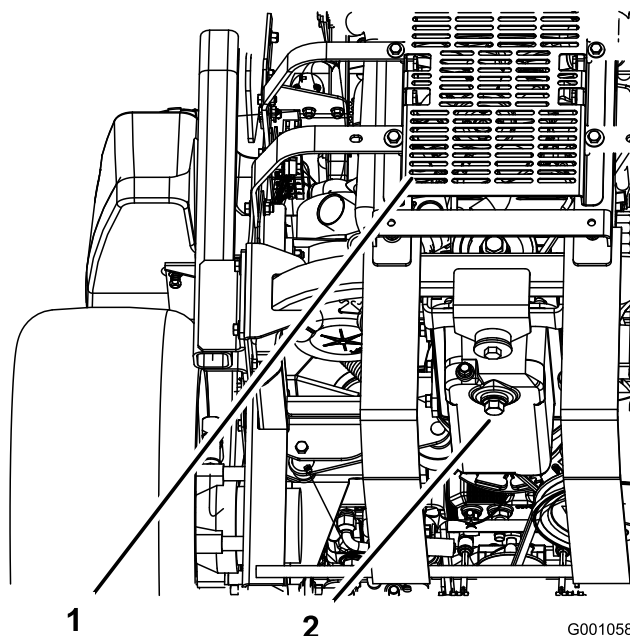

Figura 65
5. Collocate una bacinella sotto lo spurgo dell'olio. Togliete il tappo dell'olio e lasciate defluire completamente l'olio (Figura 65).